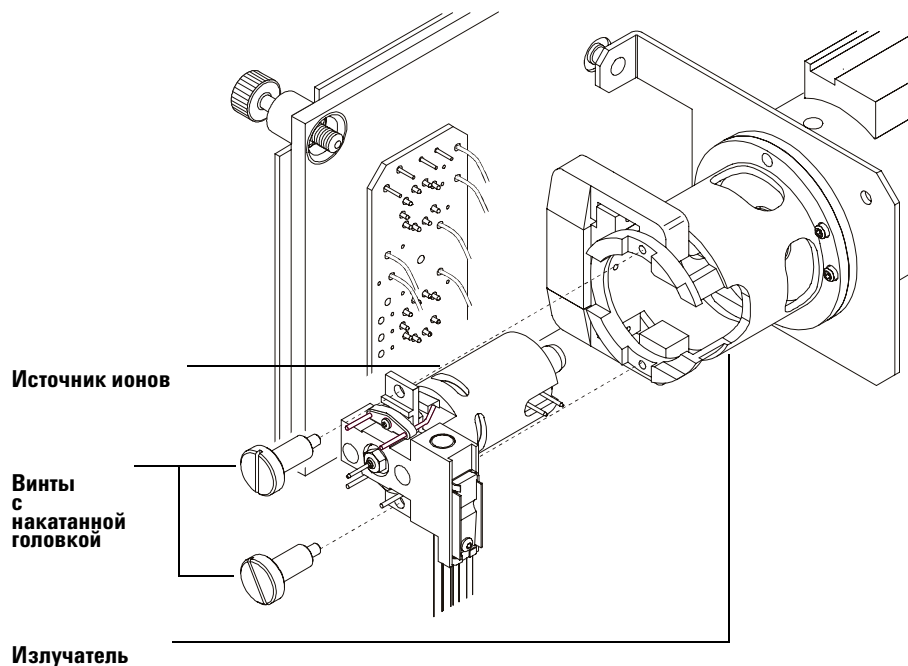

Рис. 34 Установка источника ионов ХИ
- 4 Закрутите винты с накатанной головкой (**Рис. 34**).